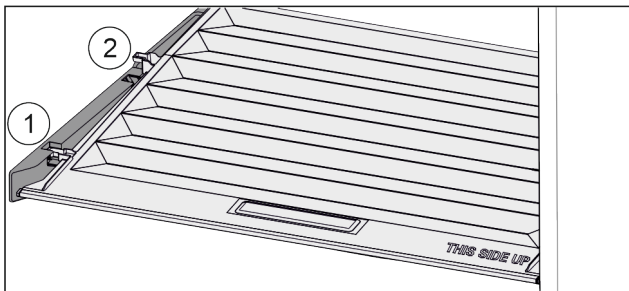

Fig. 84
- ▶ Arrastre hacia adelante *Fig. 84 (1)* la tapa hasta la abertura en las piezas de soporte.
- ▶ Levántela de la parte trasera desde abajo y quítela *Fig. 84 (2)* hacia arriba.